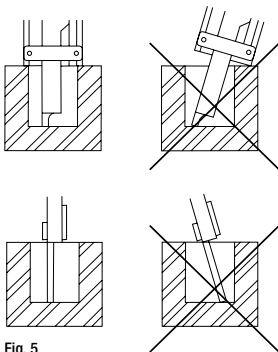

Fig. 5
- **Mesure de profondeur** : maintenir la tige de profondeur (3) perpendiculaire au fond de la pièce à mesurer (fig. 5).